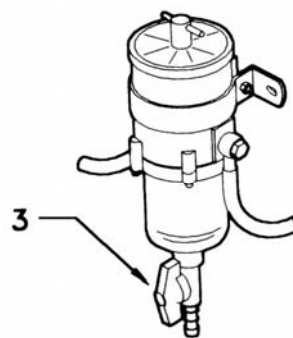

Fig. 7.6
Draai de vleugelmoer los (3) (Fig. 7.6), die zich bevindt aan de benedenzijde van het glas, en laat al het water uit de afscheider lopen. Draai de vleugelmoer weer aan en controleer op lekkage.